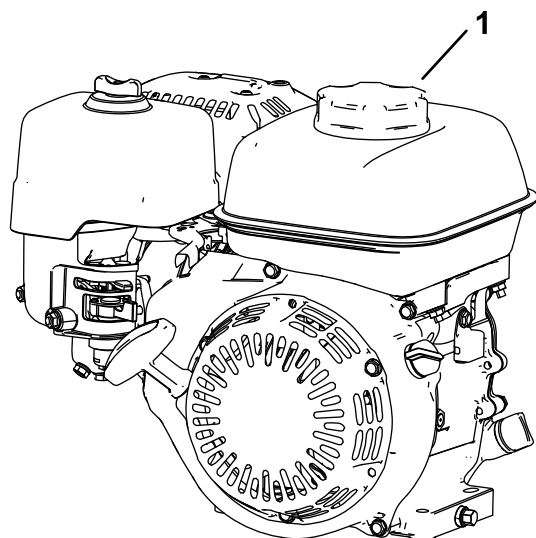

Bild 5
3. Reinigen Sie den Bereich um den Tankdeckel herum und nehmen Sie den Deckel ab (Bild 5).